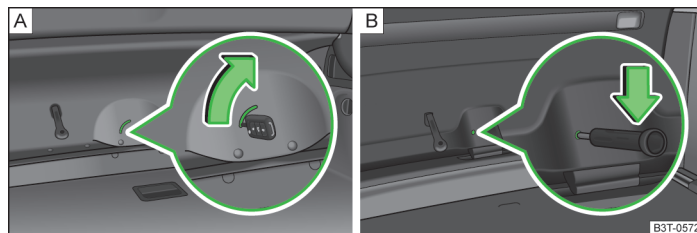

Fig. 196 Descuierea de urgență: Superb / Superb Combi
- > Introduceți cheia în fanta din capitonaj, până la capăt » fig. 196 - [A].
- Introduceți o șurubelniță sau o altă sculă asemănătoare, în orificiul din capotaj, până la limită » fig. 196 - B.